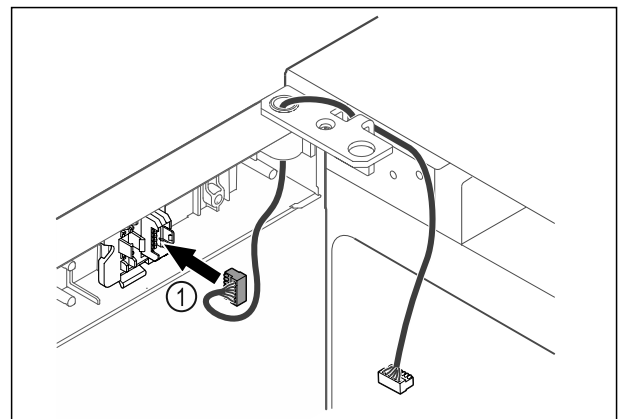

Fig. 64
- ▶ Stekker Fig. 64 (1) in steckerhouder steken.